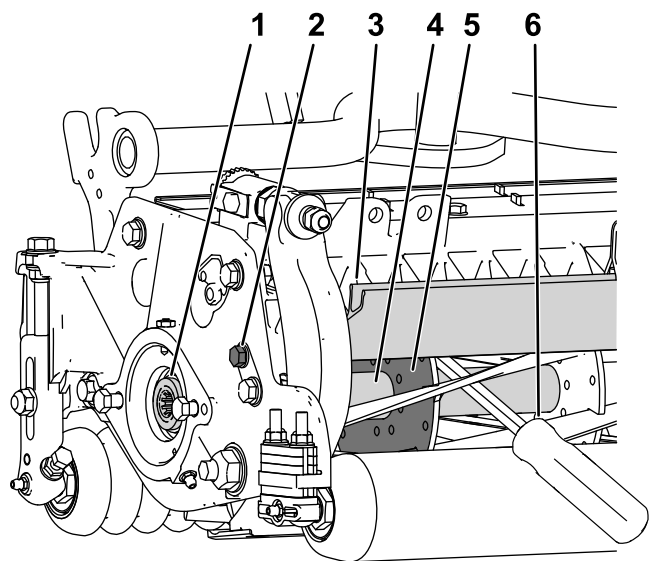

図 31
1. カuttingユニット左側のシールドボルトをゆるめて後シールドを上げる 図 31。
2. 長い柄のバール 9 mm x 30 cm 程度のドライバータイプのもの。握りのついているものがよいを用意する。バールは、トルク作業を行う側に近い側で、リールの後ろから差し込むようにする 図 31。
3. リールサポートプレートの溶接されている側からバールを入れ 図 31、